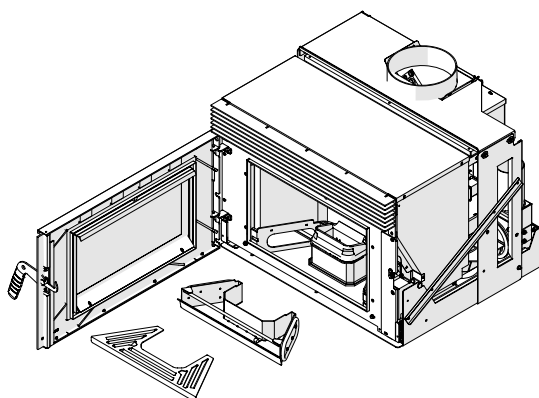

fig. 7.141
- B) Enlever la grille et le tiroir (fig. 7.141)